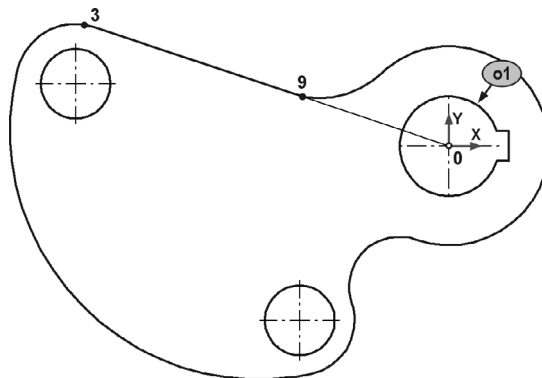

Рис. 25.15. Построение линии стилем Тонкая
16. Постройте отрезок 0–9 со стилем линии *Тонкая* (рис. 25.15).